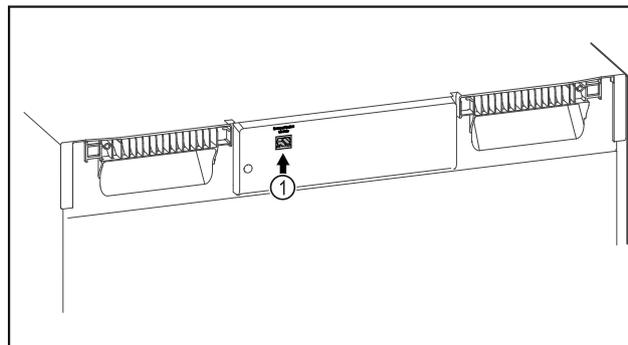

Fig. 82
- Está SmartModule Fig. 82 (1).